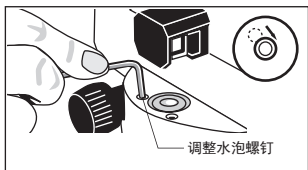

图9
2. 使用内六角扳手调整水泡螺钉，使气泡移至圆水泡的中心。(图9)